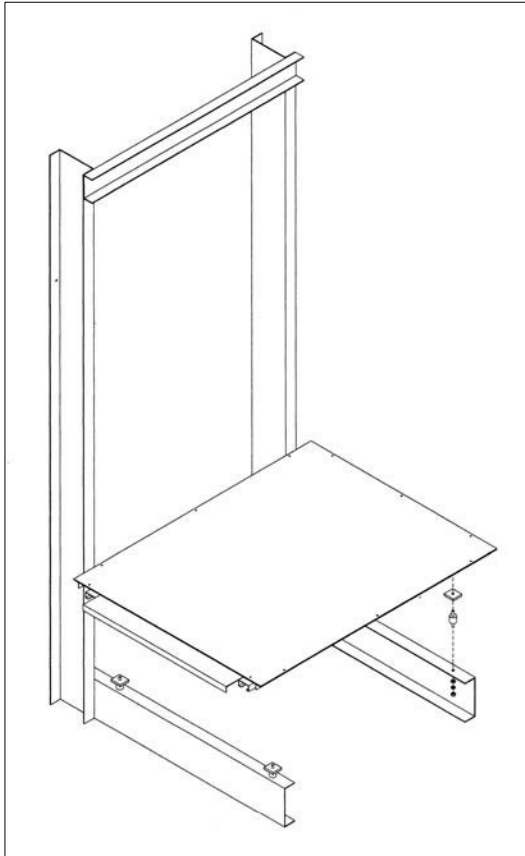
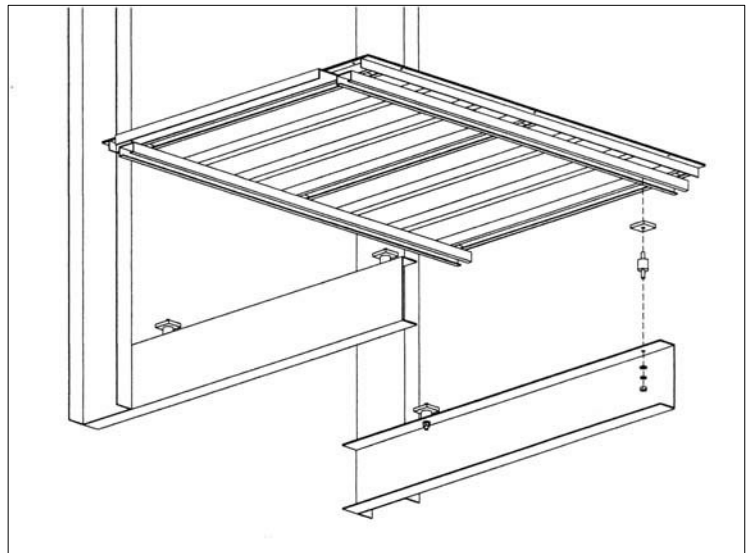

fig.1
fig.2
- Introdurre il fondo nel vano e posizionarlo sull'arcata come mostrato sulla fig.1 e fig.2.
- *Position the car floor on the car frame as shown on fig.1 and fig.2.*